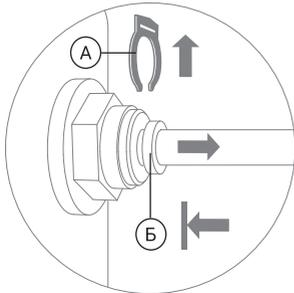
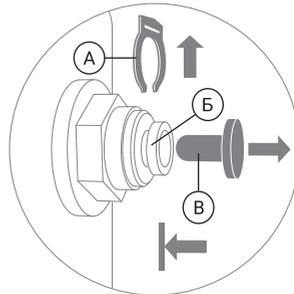

Рис. 3
Рис. 4
1. Удалите стопорную клипсу (А). Удерживая цанговое кольцо (Б) прижатым к основанию фитинга, аккуратно извлеките трубку (рис. 3) или заглушку (В) (рис. 4).